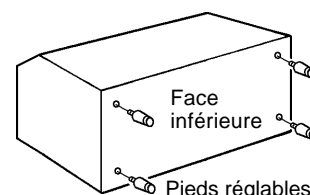

Fig. 3
1) Placez le bac de stockage sur son côté arrière pour ne pas l'endommager. Vissez à fond les quatre pieds fournis (accessoire du bac de stockage) dans les quatre trous percés sous la face inférieure du bac de stockage. Voir Fig. 3.